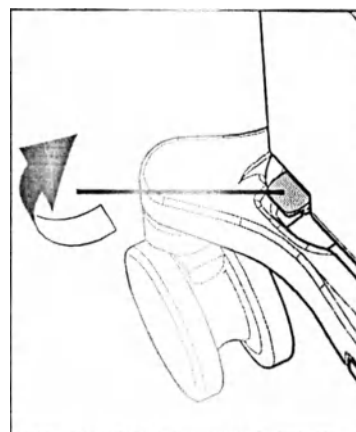

Рис. 5-3 Поднимите рычаги для разблокирования аккумулятора
3. Чтобы снять консоль, оставив на месте набор аккумуляторов, поднимите оба рычага снятия фиксации вверх в положение разблокирования, пока консоль присоединена к тележке (См. Рис. 5-3). Поднимите консоль вертикально вверх (для этого ухватитесь за консоль помпы вдоль верхнего края передней и задней панели), (См. Рис. 5-4) снимите с тележки и положите внизу рядом с тележкой. Набор аккумуляторов остается на тележке.